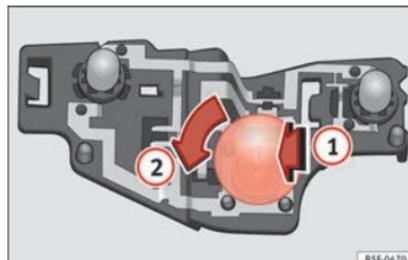

Fig. 114 Emplacement des ampoules sur le support d'ampoules.
- Insérez l'ampoule dans le porte-ampoule en appuyant légèrement **(1)**, tournez-la ensuite vers la gauche **(2)** et retirez l'ampoule défectueuse » **fig. 114**.